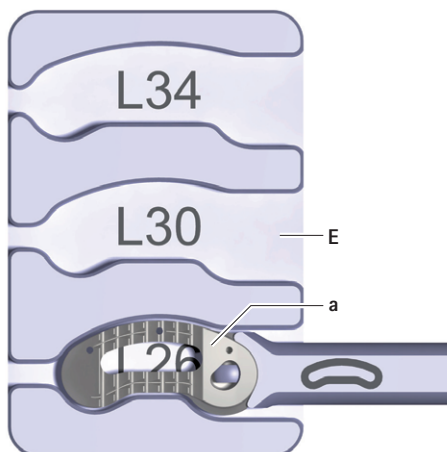

Fig. 9 Implantat i påfyllningshållaren
- Lägg implantat **a** i påfyllningshållaren **E**, se Fig. 9. Ta hänsyn till implantatlängden (text på påfyllningshållaren: L26/L30/L34).